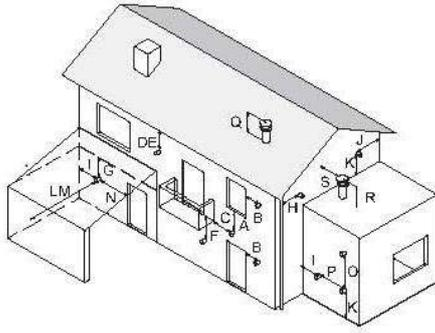

Рисунок 5.15
- устанавливать с соблюдением минимальных расстояний Рисунок 5.15 и действующего национального и местного законодательства.